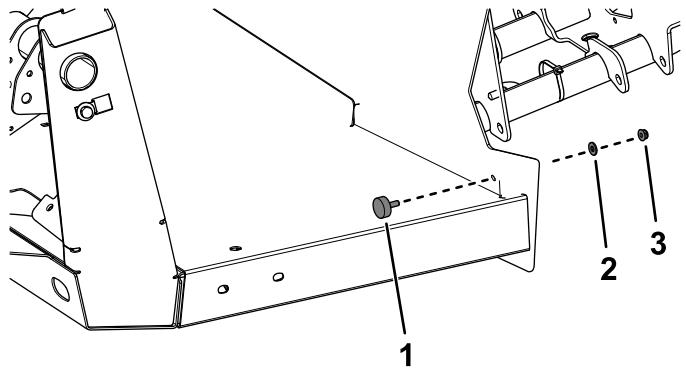

Figura 24
5. Instale un tope de goma con una arandela y una tuerca con arandela prensada ($\frac{1}{4}$) a cada lado (Figura 24).